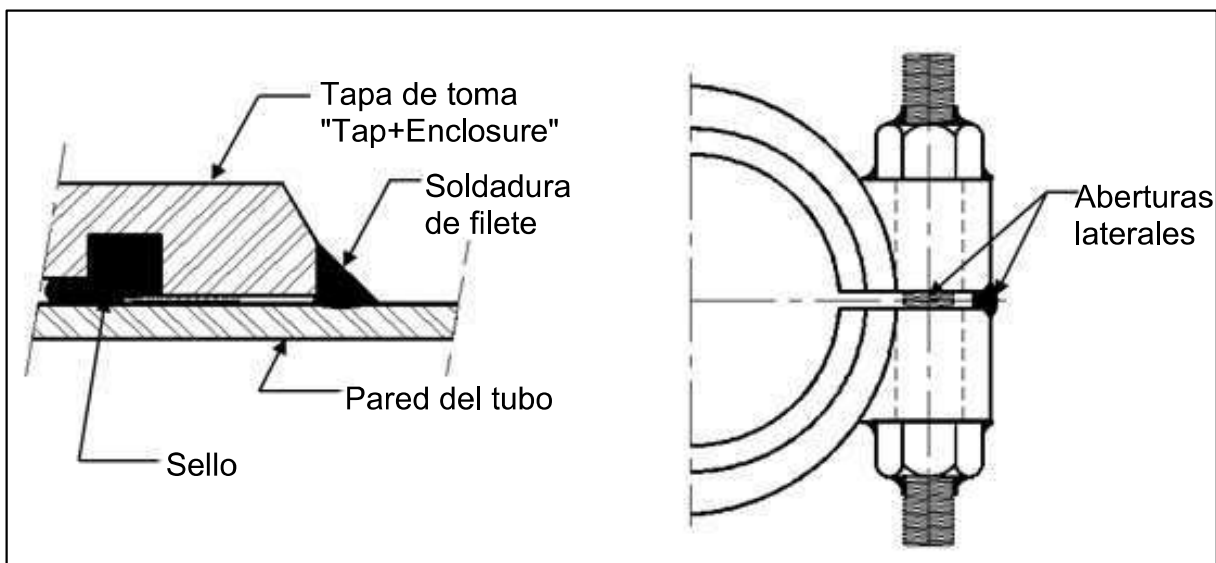

Figura 9
7. Apriete los espárragos de manera uniforme, según el valor indicado para el tamaño de perno en la **Tabla de pares de apriete de PLIDCO** ubicada en la página 14 de estas instrucciones. Los mejores resultados se obtienen manteniendo una separación igual todo alrededor de las barras laterales mientras se aprietan los espárragos. Para asegurarse de que haya un acoplamiento completo de la rosca debe tenerse un mínimo de $1/4$ pulgadas (6.4 mm) del espárrago extendiéndose más allá de la tuerca. La secuencia de apriete de los espárragos debe seguir el patrón que se muestra en la Figura 9 y debe realizarse repetidamente como sigue:
1. Soldar en filete los extremos al tubo. (Consulte la Figura 9)